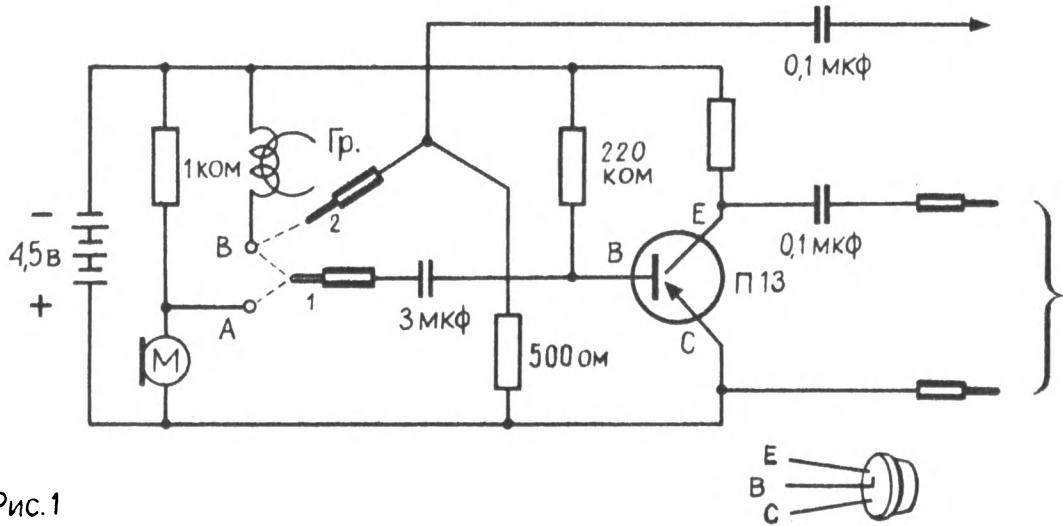
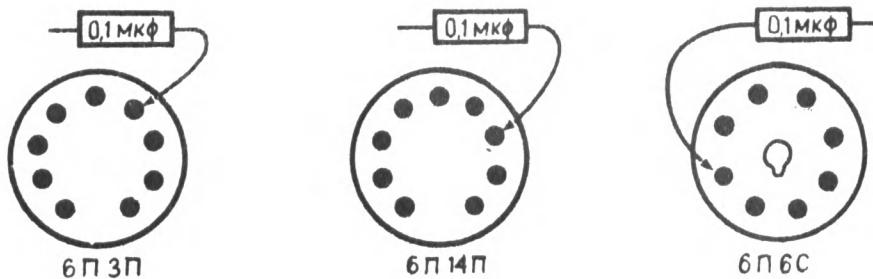

Рис. 1
Рис. 3
выводу цоколя лампы (рис. 3) надо припаять провод от конденсатора 0,1 мкф, отсоединив предварительно радиоприемник от сети. Этот провод должен быть хорошо изолирован, чтобы не произошло короткое замыкание внутри радиоприемника. Концы двух проводов к гнездам «проигрыватель» радиоприемника (см. рис. 1) снабдить лабораторными штепселями и присоединить к радиоприемнику. Радиоприемники, в которых нет адапторного гнезда, непригодны для наших целей, а всевозможные попытки по-другому присоединиться к радиоприемнику
Включая устройство, надо соблюдать правила присоединения (они указаны под рис. 1). Во время записи вход транзисторного усилителя (точка 1) присоединяется к микрофону (A), а выход радиоприемника (через конденсатор 0,1 мкф), обозначенный цифрой 2, — к головке (B). При воспроизведении вход усилителя (1) присоединяется к головке (B), а выходной провод радиоприемника остается неиспользованным (свободным). Для облегчения этих манипуляций выход